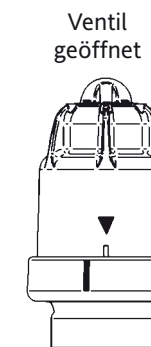

Bild 3
1. Handverstellung auf Position offen stellen siehe Bild 3 (= Auslieferungszustand, dies erleichtert das aufschrauben).
Kappe leicht eindrücken und leicht nach links drehen (gegen Uhrzeiger), die Kappe bewegt sich nach oben. Die Markierungen stimmen nicht mehr überein (siehe Bild 3).